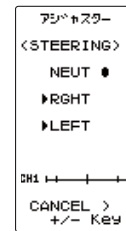
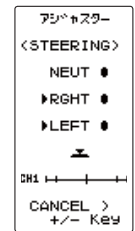
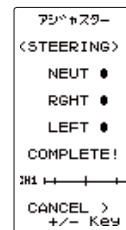

図 2
図 3
図 4
振り幅の設定画面(図2)の状態、スティックを左いっぱいおよび右いっぱいに軽く操作し、画面にボタンマーク(図3)が表示されたら J ボタンを押します。
自動的に内部チェックが行われ、各調整ポイントが一定範囲に入っている場合は補正が実行され、ピピッと電子音がして "COMPLETE!" (図4) が表示されます。
つぎにニュートラルアジャスタースイッチを7:3の状態にします。ニュートラルの設定画面(図2)の状態、スロットルスティックを上下方向に軽く弾いた後、スティックに触れない状態で**①**ボタンを押します。
振り幅の設定画面(図3)の状態、スティックをブレーキ側いっぱいおよび前進側いっぱいに軽く操作し画面にボタンマーク(図4)が表示されたら**①**ボタンを押します。